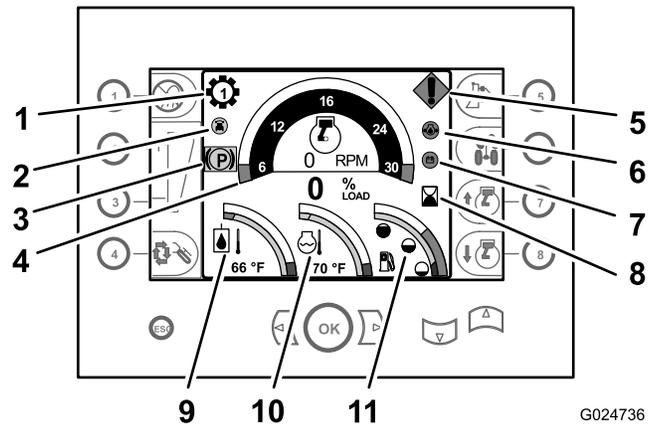
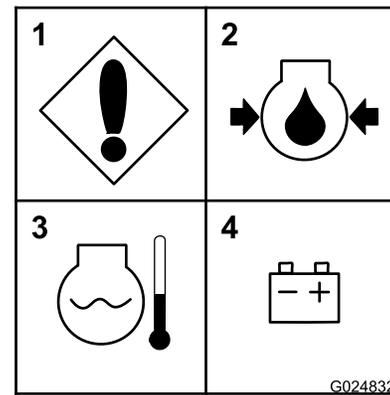

Figure 30
Figure 31
- **Indicateur de rapport** – Ce témoin indique le rapport de transmission sélectionné (rapports 1 à 4); il s'affiche au-dessus et à gauche du compte-tours (Figure 30).
- **Témoin d'inclinaison automatique** (kit en option) – Ce témoin s'affiche chaque fois que la fonction d'inclinaison automatique est active. Le témoin d'inclinaison automatique est situé juste en dessous et à gauche de l'indicateur de rapport (Figure 30).
- **Compte-tours** – Le compte-tours indique le régime moteur en tours par minute (tr/min). Le compte-tours s'affiche en haut de la partie centrale de l'écran du centre de commande (Figure 30).
- **Compteur horaire** – Le compteur horaire indique les heures de fonctionnement du moteur. Il s'affiche dans la partie centrale droite de l'écran du centre de commande, à droite du compte-tours (Figure 30).
et s'affiche dans la partie inférieure gauche de l'écran du centre de commande (Figure 30).
Cet instrument indique la température du liquide dans le circuit de refroidissement du moteur. Il s'affiche dans la partie centrale inférieure du combiné d'instruments (Figure 30).
- **Témoin de niveau de carburant** – Ce témoin indique le niveau de carburant restant dans le réservoir; il s'affiche dans la partie inférieure droite de l'écran du centre de commande (Figure 30).
- **Anomalie de machine ou de moteur** – Ce message s'affiche en cas d'anomalie de la machine ou du moteur. La cause de l'anomalie est indiquée dans les écrans de diagnostics du tableau de bord (Figure 30 et Figure 31).
- **Basse pression d'huile moteur** – Ce message d'avertissement s'affiche quand la pression d'huile dans le moteur est inexistante ou insuffisante (Figure 30 et Figure 31).
- **Surchauffe du moteur** – Ce message s'affiche si le moteur surchauffe (Figure 30 et Figure 31).
- **Contrôle de l'alternateur ou la batterie** – Ce message s'affiche si l'alternateur ne charge pas la batterie (Figure 30 et Figure 31).